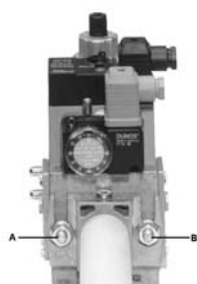
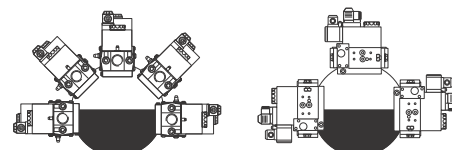

Fig. 19
Fig. 22
- 3. apretar los tornillos A, B, C y D (Fig. 19 - Fig. 20), respetando las posiciones de montaje (Fig. 22);